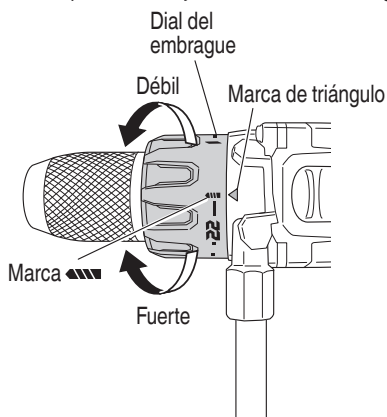

Fig. 14
7. Confirmar la posición del dial del embrague (Ver la Fig. 14).
(2) Indicación del par de apriete (Consulte la Fig. 14, 16)
(3) Ajuste del par de apriete (Consulte la Fig. 14, 16)